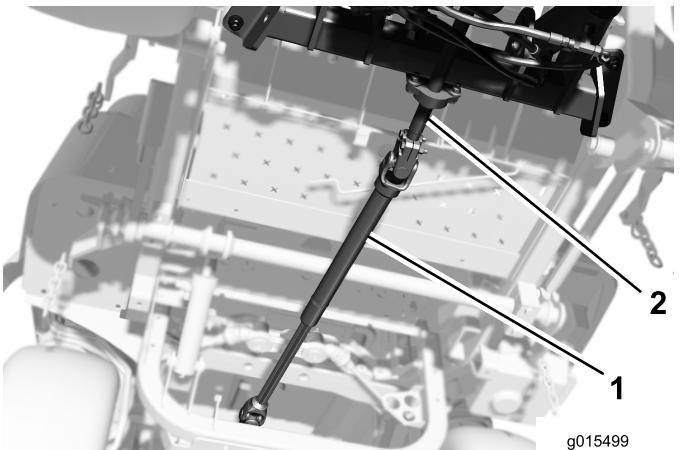

図 10
1. 駆動シャフトの取り付けあとジャッキシャフトの穴とを整列させ、駆動シャフトをシャフトをジャッキシャフトに挿入する図 10。